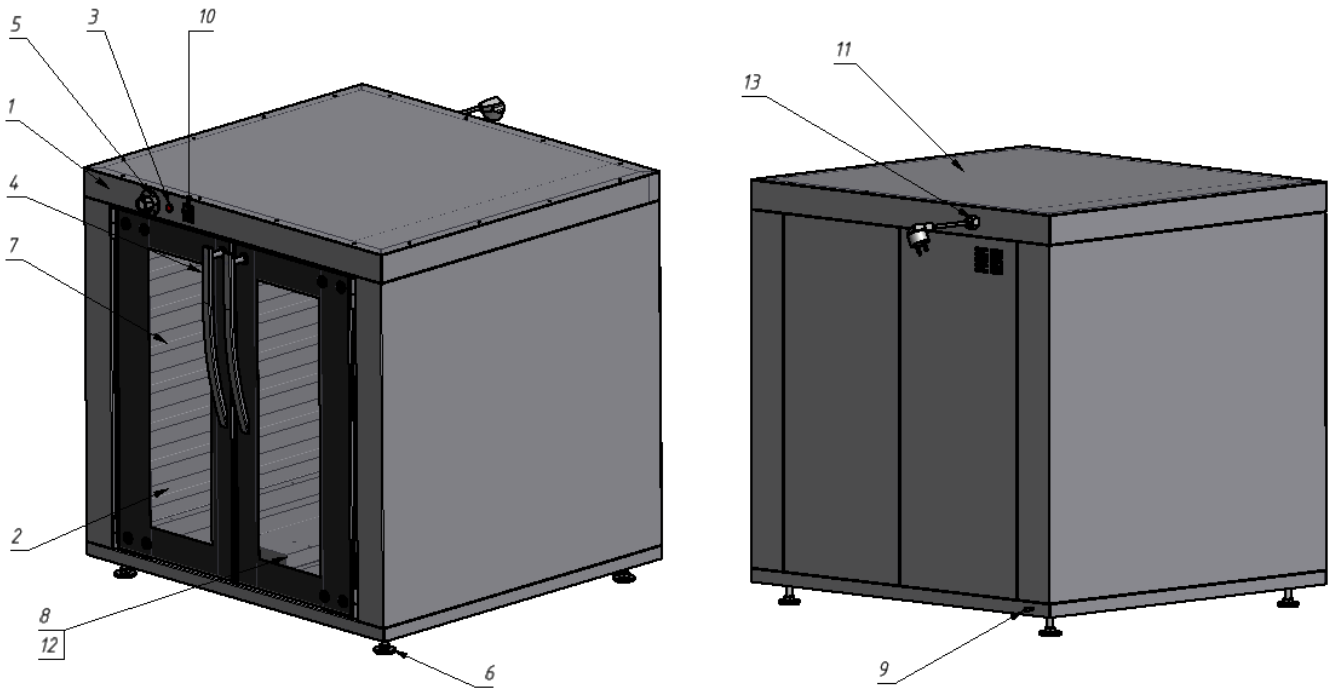

Рис. 2
- 5.3. Подсоединить заземление корпуса установки рис.2 поз.9 к заземляющему контуру помещения согласно ГОСТ 27570.0-87.
- 6.3. Нажать кнопку переключателя поз.10 рис.2.
6.4. Задать необходимую температуру расстойки поворотом ручки терморегулятора поз.5 ,рис.2., загорится сигнальная лампочка поз.3 рис.2. При этом установка начинает работать в режиме «Расстойка» (ТЭН нагревает воздух в камере). В дальнейшем терморегулятор будет поддерживать заданную температуру в камере. Более точную температуру расстойки теста задать опытным путем.
6.5. При необходимости для увлажнения теста и препятствию образования корочки в ванночку поз.8 (Рис.2) наливают воду. Пополнять воду в ванночке по мере испарения, не допуская переливания воды через край.
6.8. При окончании работы установки выключить кнопочный переключатель поз.10 рис.2, провести чистку рабочей камеры специальными чистящими средствами, обмыть и вытереть насухо.